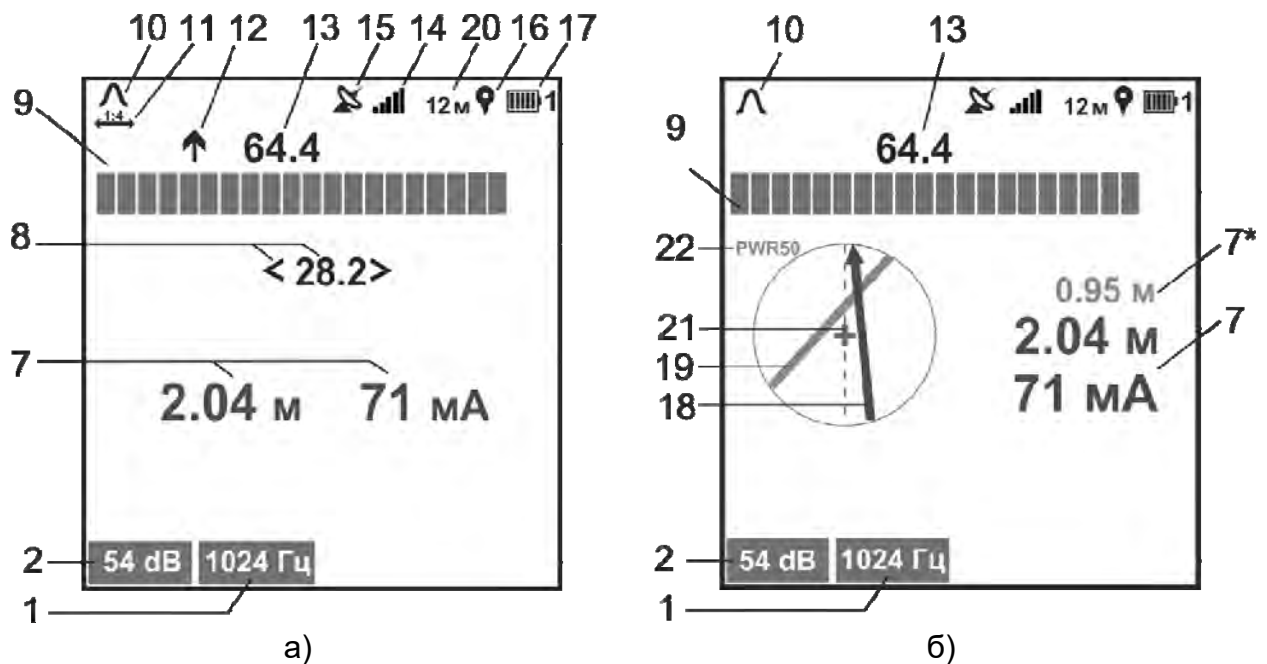

Рисунок 3.2 – Индикация приемника в режиме «ТРАССА»
- режим «ТРАССА» – для поиска коммуникаций с одновременным определением глубины её залегания, величины протекающего по ней тока рабочей частоты (рисунок 3.2а). Дополнительно при включенной функции «КОМПАС», отображается положение и направление коммуникации относительно приемника (рисунок 3.2б).
*Примечание.* Индикация значения уровня входного сигнала в «дБ» при поиске по «максимуму» и «минимуму» (соответственно поз. 13 и 8 на рис. 3.2) при перегрузке соответствующих им входных каналов меняет свой цвет на красный
При включенной опции «растяжка шкалы «максимум» 1:4» цена деления уменьшается в четыре раза, тем самым увеличивая разрешающую способность шкалы. При этом на экране отображается символ «» (поз. 11 на рис. 3.2), под шкалой «максимум» появляется желтая полоса, указывающая положение окна растяжки относительно исходной (нерастянутой) шкалы.
Коммуникация схематически отображается на индикаторе в виде линии – указателя положения коммуникации (поз. 18 рис. 3.2б и 3.3б). Одновременно с этим в режиме «ТРАССА» на индикаторе отображаются шкала «максимум» и уровень входного сигнала, в режиме «ТРАССА-ДАТЧИК» отображаются шкала и уровень входного сигнала по входу «ДАТЧИК», а также его относительная полярность.
По мере продвижения по трассе ориентируйте приемник относительно коммуникации таким образом, чтобы на экране указатель положения коммуникации (поз. 18 рис. 3.2б) совпадал с осью приемника (поз. 21 рис. 3.2б).
Пример поиска с включенной функцией «Вторая линия» показан на рисунке 4.2.3б. В этом режиме указатель положения «Второй линии» (поз. 19 рис. 3.2б) и значение глубины ее залегания (поз. 7\* рис. 3.2б) отображаются синим цветом.